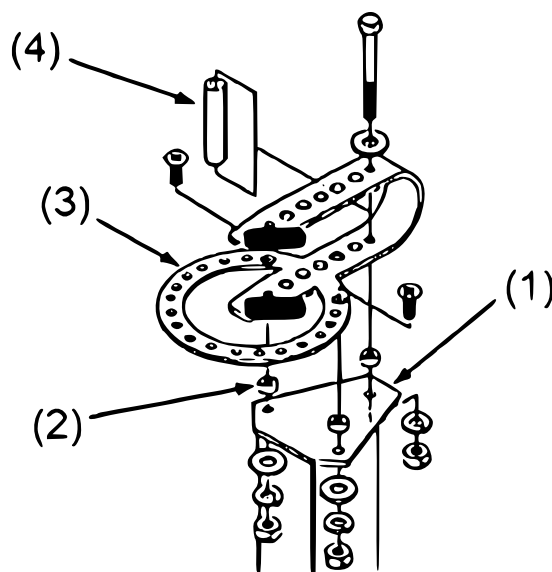

Figure 3 : Fixation du support de pliage sur le socle
3. Placez les deux courtes entretoises (6) sur deux des trous situés sur le dessus du socle/support, comme indiqué sur l'illustration.
4. Placez le support de pliage (4) sur les courtes entretoises et fixez-le avec les vis (5), les rondelles (3, 7) et l'écrou (8) comme indiqué dans la fig. 3 et la vue éclatée.
5. Placez la longue entretoise (1) entre les deux trous arrière du support de flexion et fixez l'ensemble sur le socle/le support à l'aide des vis (2), des rondelles (3, 7) et des écrous (8).
6. Mettre le levier (15) entre les brides du support de pliage et le fixer avec la longue goupille de charnière (9).